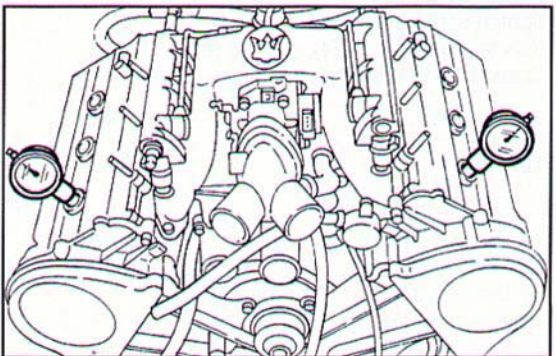

Fig. 331 ▼
- introdurre gli attrezzi AG 25140 per rilevamento PMS, completi di comparatori, nei fori delle candele dei cilindri n° 1 e n° 6, avvitandoli a fondo (Fig. 331);
- insert the TDC measuring tools AG 25140, complete with dial gauges, in the holes of the spark plugs of cylinders no. 1 and 6, locking them fully (Fig. 331);